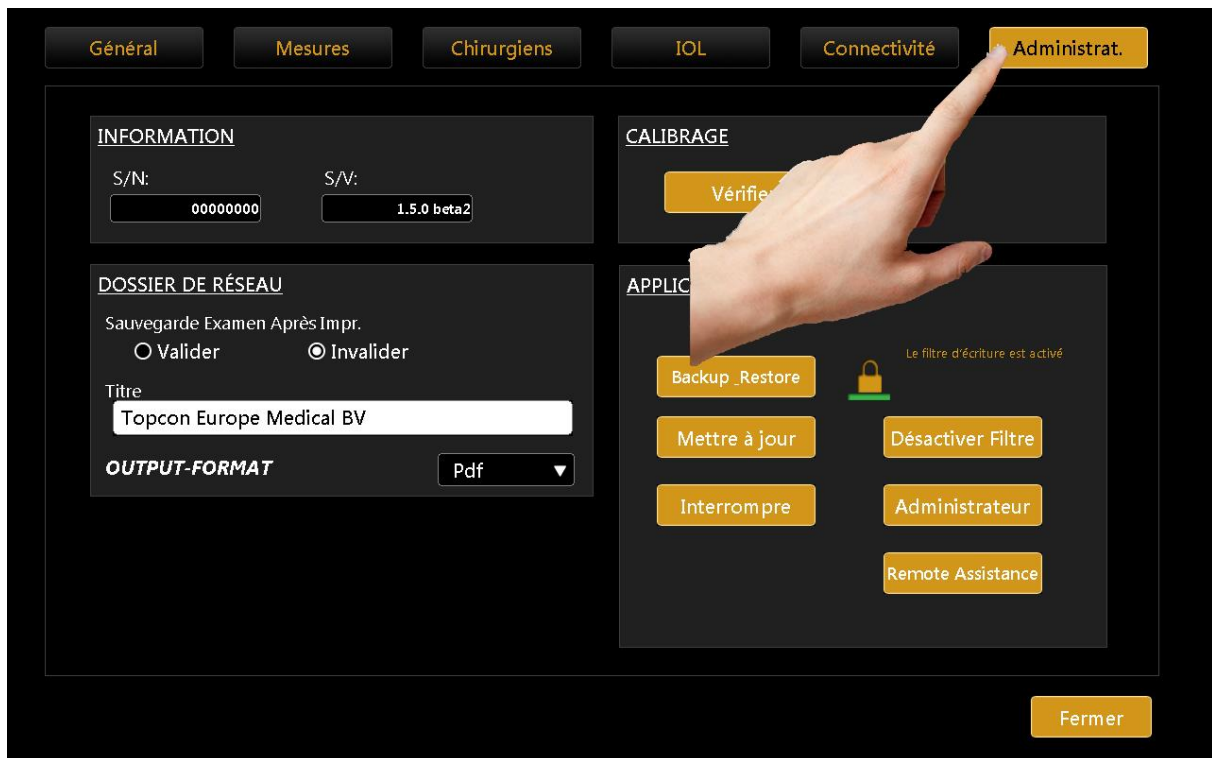

Figure 97
- Appuyer sur l'onglet « Administrateur » (Figure 97).